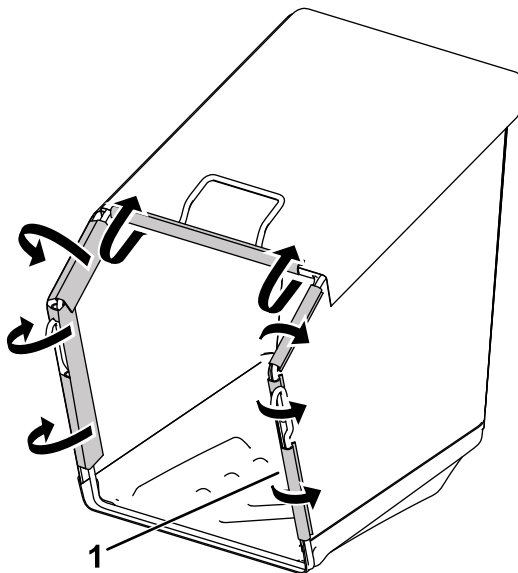

Figure 8
3. Fixez les clips en plastique à l'armature du bac à herbe (Figure 8).